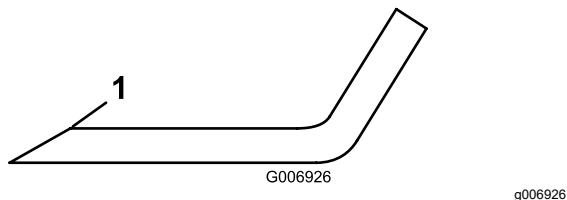

図 103
研磨する。研磨は刃先の上面だけに行い、刃の元々の角度を変えずに刃先を鋭利にする 図 103。
6. 刃先に摩耗や欠けがある場合には研磨するが、研磨は刃先の上面だけに行い、刃の元々の角度を変えないように十分注意する 図 103。